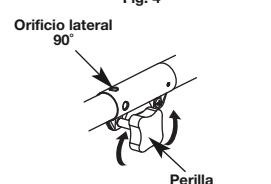

Fig. 5
- Gire la perilla en sentido antihorario para aflojarla (Fig. 5).
- Gire la perilla en sentido horario para ajustarla (Fig. 5). Para recortar bordes mientras usa el accesorio de corte de cabeza de línea con modelos EZ-Link™, trabe el botón de desconexión en el orificio lateral de 90° (Fig. 5).